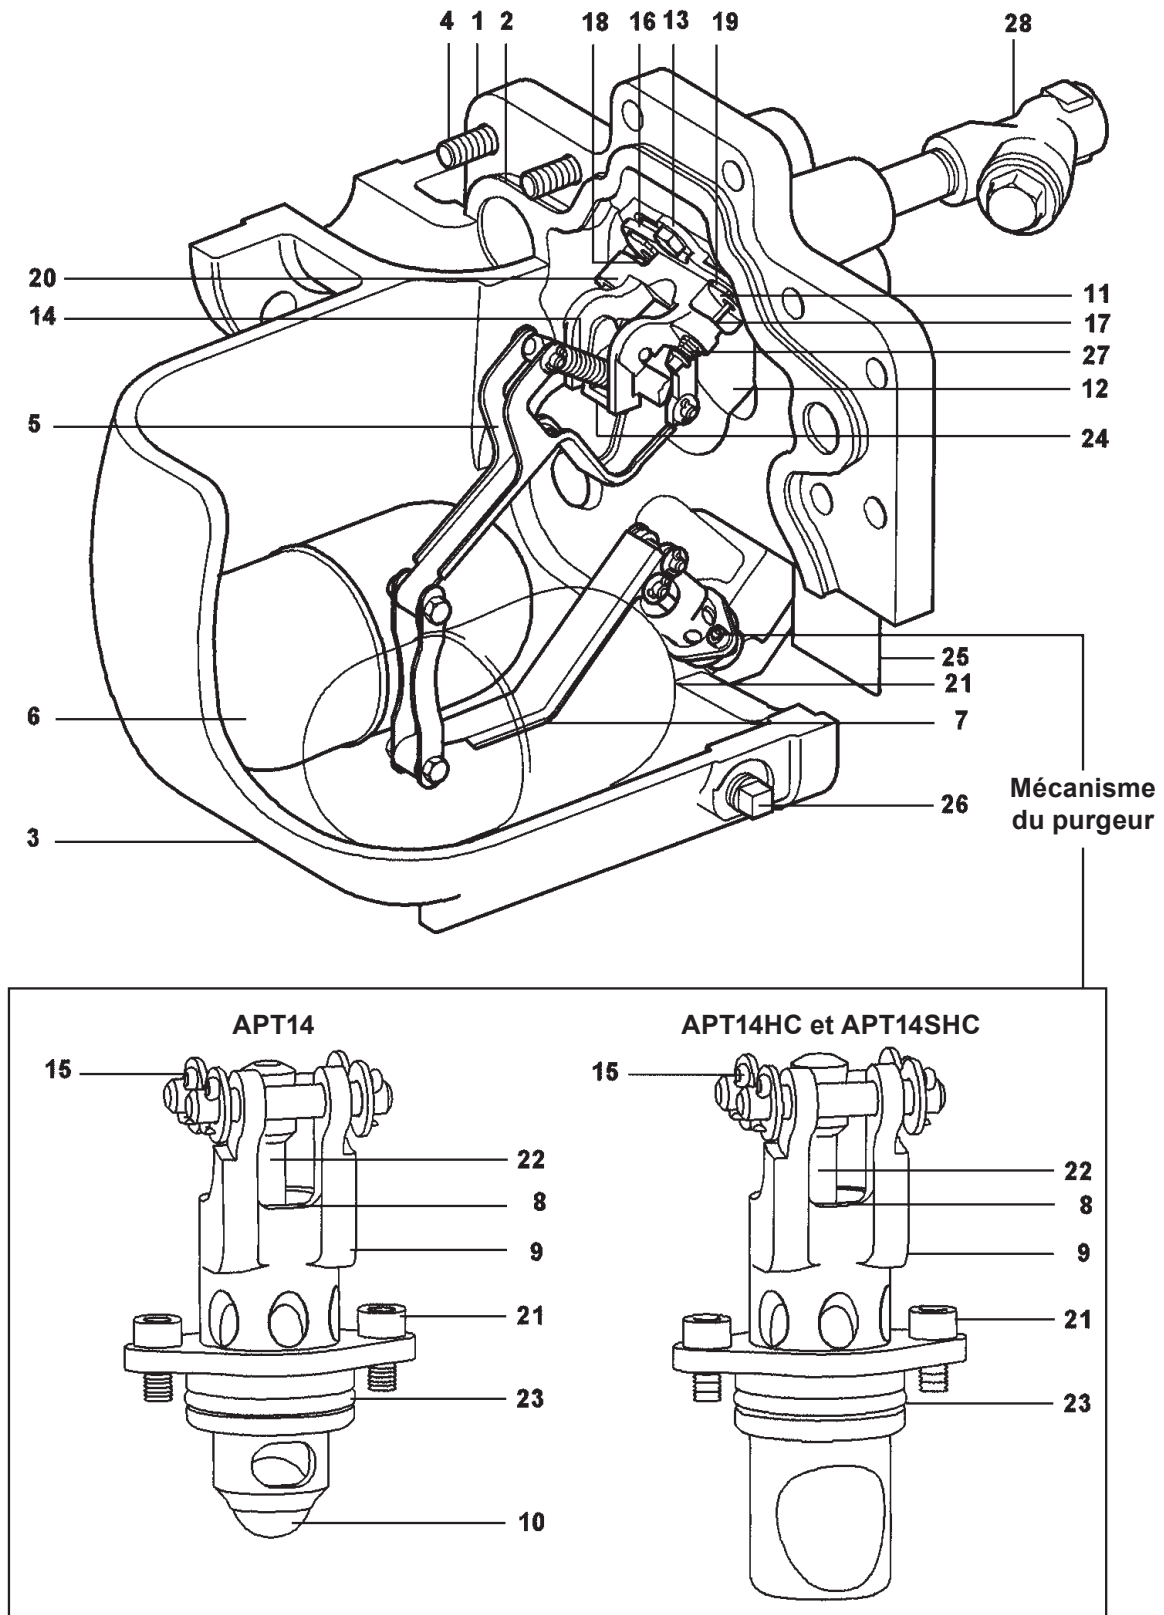

Fig. 3
3. Reconnecter la ligne d'alimentation vapeur motrice et la ligne d'échappement respectivement sur les orifices repérés (S) et (E). Suivre ensuite la procédure de démarrage dans le **chapitre 5 'Mise en service'**.
4. S'assurer que le filtre Spirax Sarco (avec une mesh 100) est bien raccordé à l'alimentation motrice (Rep. 28, Figure 3, page 11).